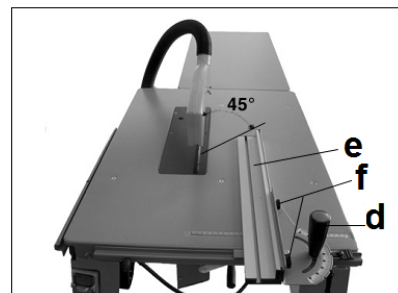

Рис. 18
- Пиление узких заготовок (ширина менее 120 мм) и наклонные пропилы должны выполняться при горизонтальном расположении профиля упора (Рис. 18).